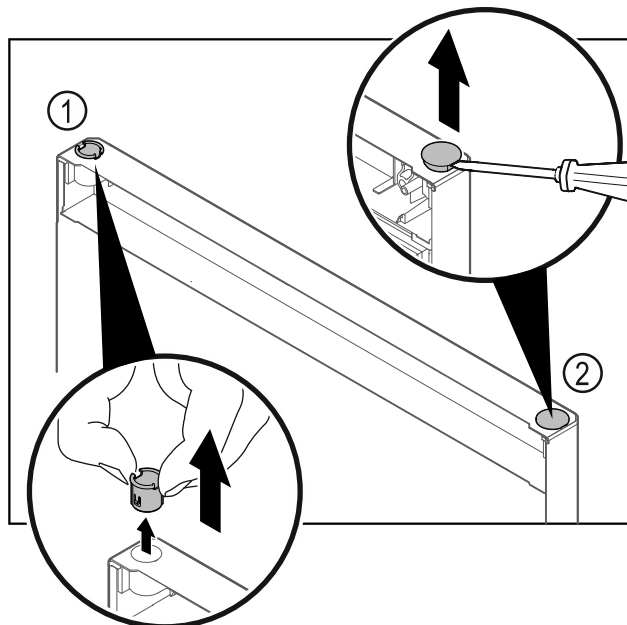

Fig. 20
- Dra ut gångjärnsbussningen Fig. 20 (1) med fingrarna.
- Lyft försiktigt upp täckpluggen Fig. 20 (2) med en spårskruvmejsel och dra ut den.